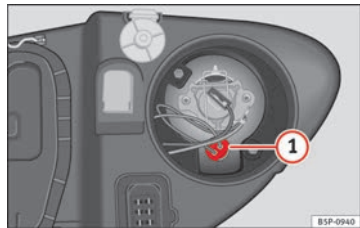

Fig. 189 Luz de población.
- Extraiga el portalámparas ⇒ fig. 189 ① hacia fuera.